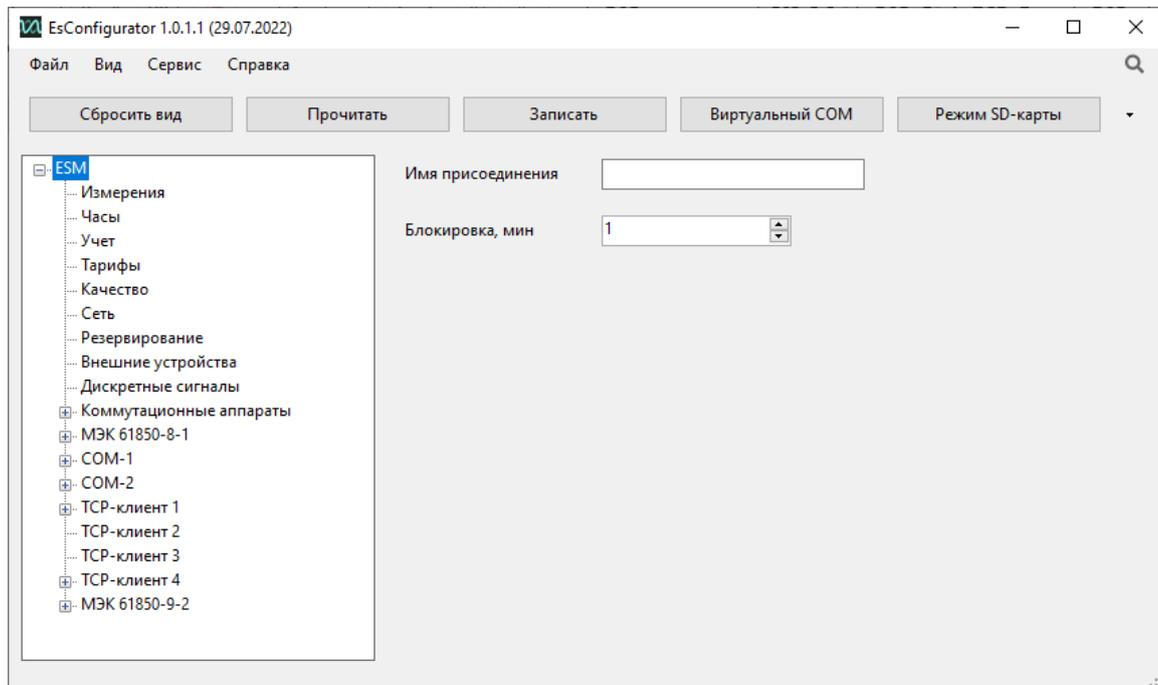

Рисунок 7.2. Общие настройки ESM в ПО «ES Конфигуратор»
7.2.1 На вкладке «ESM» представлены общие настройки прибора (рис. 7.2):